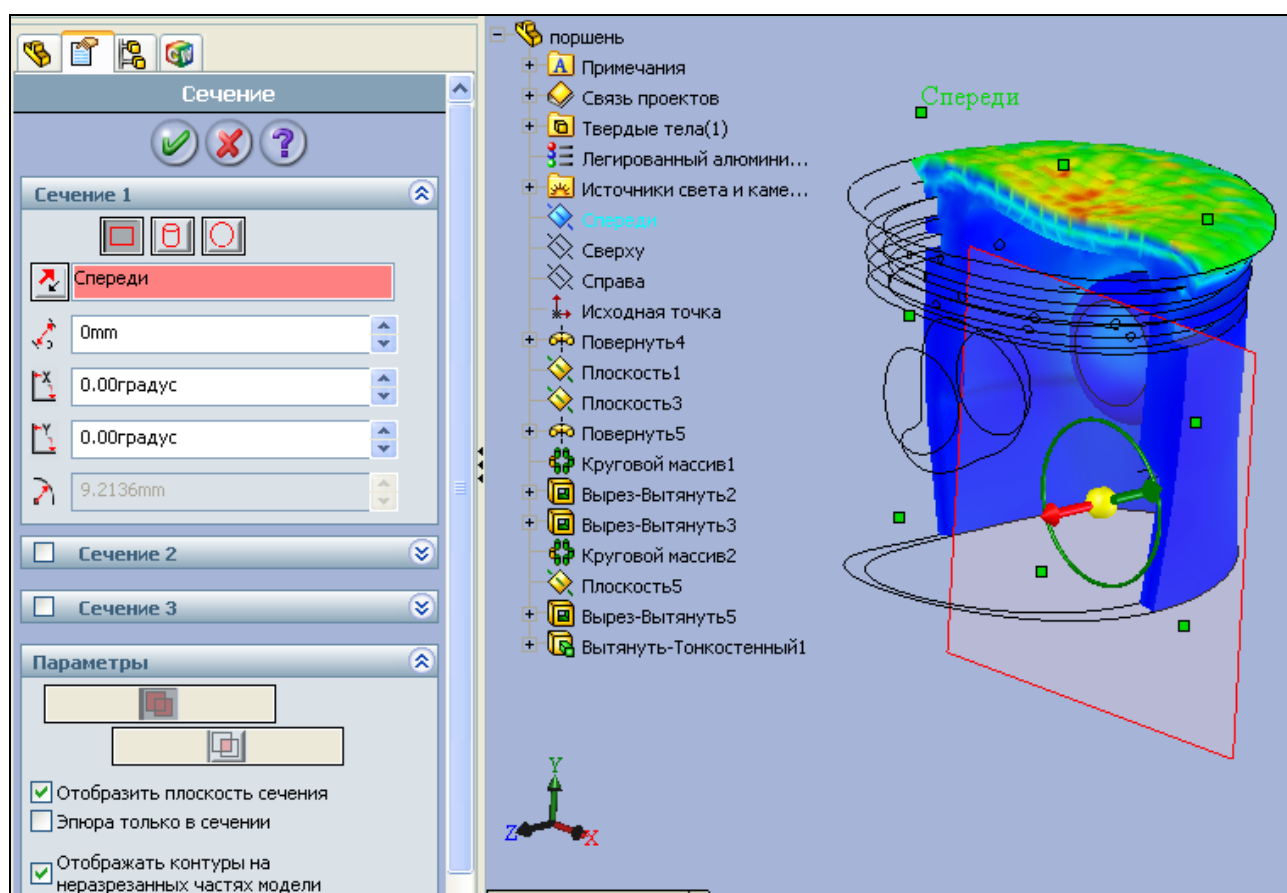

Рис. 3.18. Отсечение модели плоскостью
13. Чтобы просмотреть результаты напряжений и деформаций внутри материала, необходимо воспользоваться инструментом  — **Ограничение сечения** в панели инструментов **COSMOSWorks – Инструменты результатов** или в главном меню **COSMOSWorks | Инструменты результатов | Ограничение сечения**. После нажатия кнопки откроется диалоговое окно **Сечение** (рис. 3.18), в котором можно задать плоскость, цилиндр или сферу, которые будут рассекаать модель, а также разместить их в требуемом положении. После нажатия кнопки  **ОК** будет построена эпюра с отсеченной моделью и добавлена в папку **Результаты Менеджера COSMOSWorks**.